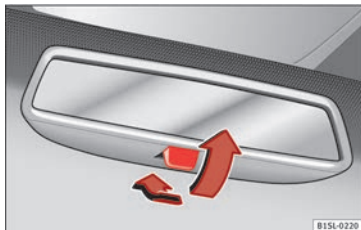

Abb. 116 Manuell abblendbarer Innenspiegel.
- Zum Abblenden des Rückspiegels, Hebel nach hinten ziehen » Abb. 116.